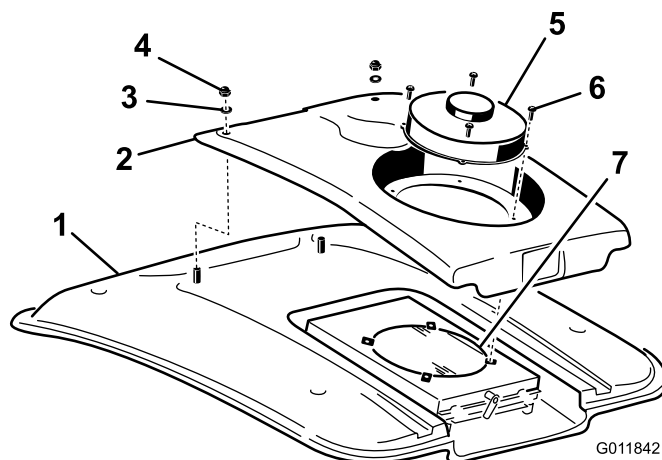

Figura 56
2. Rimuovete le 4 viti che fissano la ventola e il coperchio del condensatore al supporto della ventola (Figura 56).
4. Rimuovete i due dadi e le due rondelle che fissano la parte anteriore del coperchio del condensatore al tetto della cabina (Figura 56).
8. Pulite accuratamente il condensatore dell'aria condizionata con aria compressa (Figura 56).